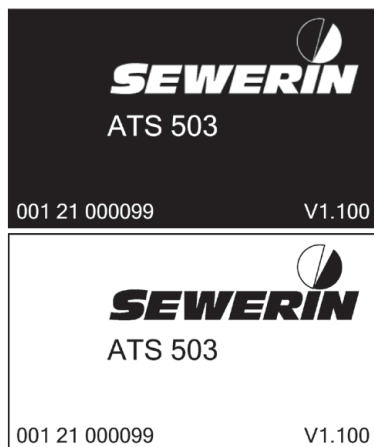

Fig. 10: Séquence d'écrans de démarrage à la mise en marche
- a) Plusieurs écrans de démarrage s'affichent (fig. 10).
Les réglages s'effectuent à la suite des écrans de démarrage (fig. 10).
En cas de différence importante, l'affectation de gaz (fig. 24) sera affichée après les écrans de démarrage (fig. 10). Les gaz d'essai peuvent alors être réaffectés si nécessaire.